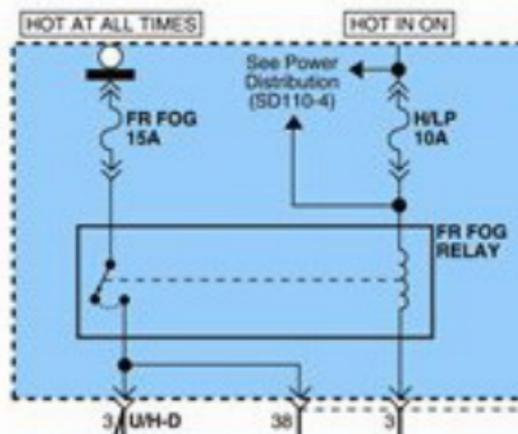

Рис. 5. Подключение реле с отдельными цепями силовых контактов и обмотки.
- в схемах автомобиля, где цепи управления обмоткой и силовых контактов разделены (см. Рис.5), можно использовать режим «**внутреннего управления режимом ДХО – режим 7**»: для фар БС-ПТФ - без дополнительных подключений и проводов, для фар ДС – с подключением к доп. разъему реле DRL-30-MAD (для выключения (блокирования) «режима ДХО» при включении фар БС/габаритов).
7-8. Переключение работы реле для работы с внутренним (7) активированием режима ДХО или для работы с внешним (8) активированием режима ДХО. Режим «7» возможен, если на один вывод «обмотки» реле подается напряжение «+12В Зажигание» (или «Hot in Run»), а другой - коммутируется подачей «минуса» для включения фар (см. Рис.5). При такой схеме включения реле DRL-30-MAD позволяет обойтись вообще без внешних подключений для обеспечения как штатного режима работы фар, так и режима «ДХО_на_фарах». Для отключения ДХО в «режиме 7» можно использовать провода доп.разъема реле – красный провод при этом может служить для «плюсовой» блокировки режима ДХО. (Заводская установка «8»).